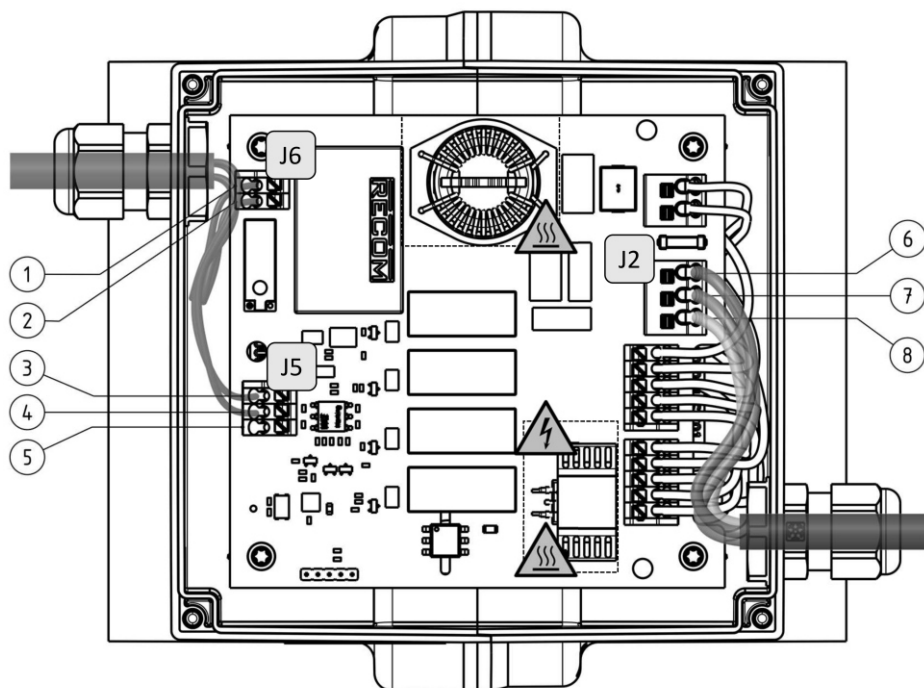

Figura 1: Scheda elettronica con linee di collegamento esemplari (sono possibili deviazioni nell'assemblaggio della scheda elettronica)
-  Quando si fa passare il trefolo nella scatola dei collegamenti, assicurarsi che non tocchi i componenti elettronici. Sussiste il pericolo di danneggiamento dell'isolamento del trefolo dovuto alla temperatura! Vedere la figura 1
-  Notare che l'isolamento del cavo termina direttamente dopo il pressacavo. Vedere la figura 1
2. Collegare il cavo di alimentazione al morsetto di collegamento tripolare J2 in dotazione (L, N, PE). A tale proposito, Fare riferimento alla Figura 1
3. Collegare il cavo comune per il segnale di comando e il relè di segnalazione guasti ai morsetti di collegamento J5 e J6. A tale proposito, Fare riferimento alla Figura 1